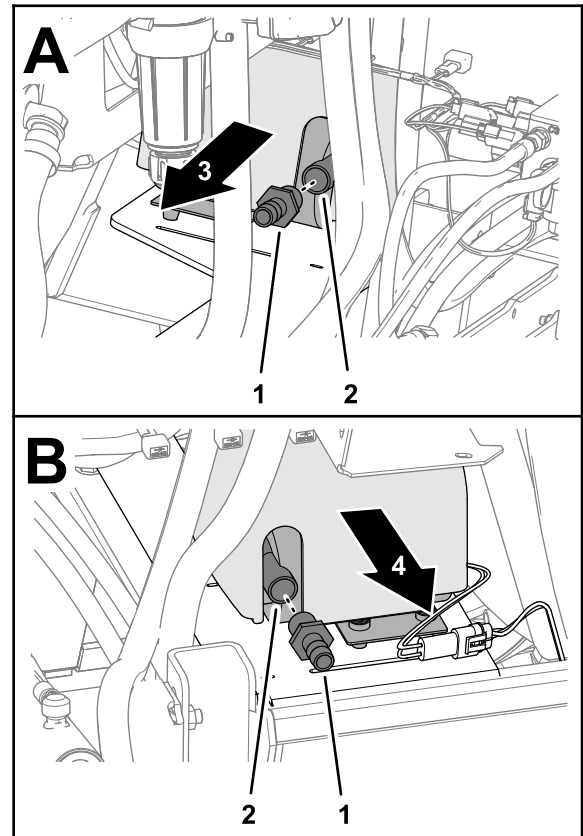

Figure 28
2. Montez les 2 raccords droits cannelés dans les 2 orifices de la pompe du réservoir de rinçage (Figure 28).